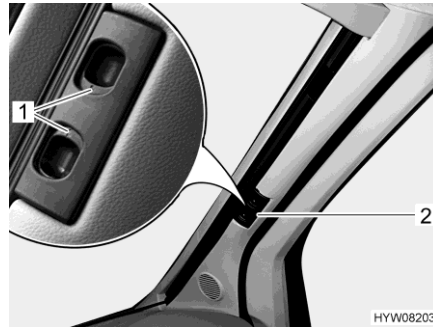

Fig. 40 Tendina oscurante pieghevole per il parabrezza
- Spingere verso l'esterno le due metà della tendina oscurante pieghevole del parabrezza per la maniglia (Fig. 40,2) fino all'arresto. Durante questa operazione spostare orizzontalmente la maniglia verso la rientranza di bloccaggio.
- Fare innestare le maniglie di sbloccaggio (Fig. 40,1).